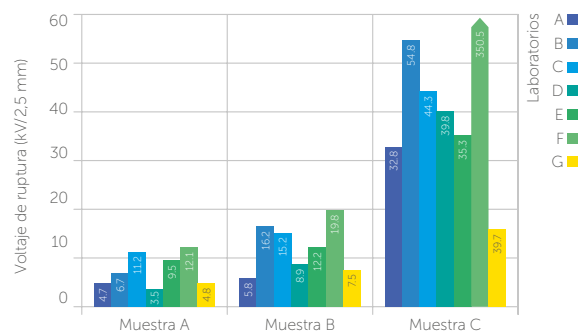

Figura 6. Fiabilidad y mejoras de la valoración del agua\*\*\* con la técnica de Karl Fischer
6. Además, las muestras de aceite pueden contaminarse en el momento del muestreo o en el laboratorio. Como el nivel de humedad es de todos modos muy bajo en el aceite, cualquier contaminación (simple contacto con el aire ambiental) afectará al resultado de PPM de la muestra. El diagrama (figura 6) muestra los resultados de los análisis de PPM de 7 laboratorios diferentes en 3 aceites distintos.